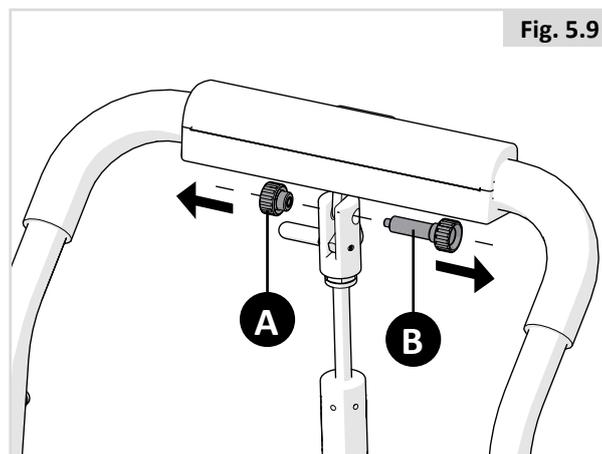

Fig. 5.9
Para dobrar o encosto (aplica-se aos encostos manuais ajustáveis e reclináveis elétricos), solte o parafuso de plástico (A) e puxe o outro parafuso e eixo para fora (B) (Fig. 5.9).